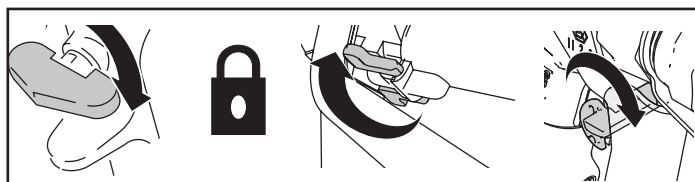

Fig. 10
3. Cuplați dispozitivul de blocare a trăgaciului. (Fig. 10)